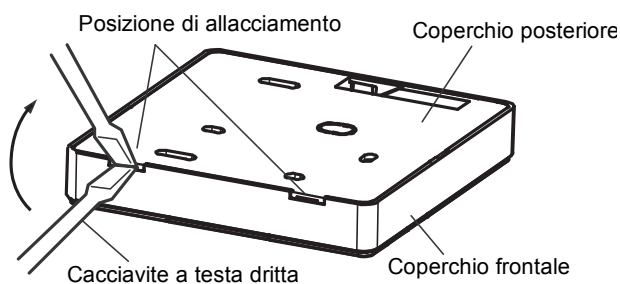

Figura 5
- 1) Utilizzare un cacciavite dritto per inserire la parte inferiore del filocomando nelle posizioni di allacciamento, girare il cacciavite installare il coperchio posteriore. (Prestare attenzione al senso di rotazione del cacciavite per non danneggiare il coperchio posteriore) (Figura 5)